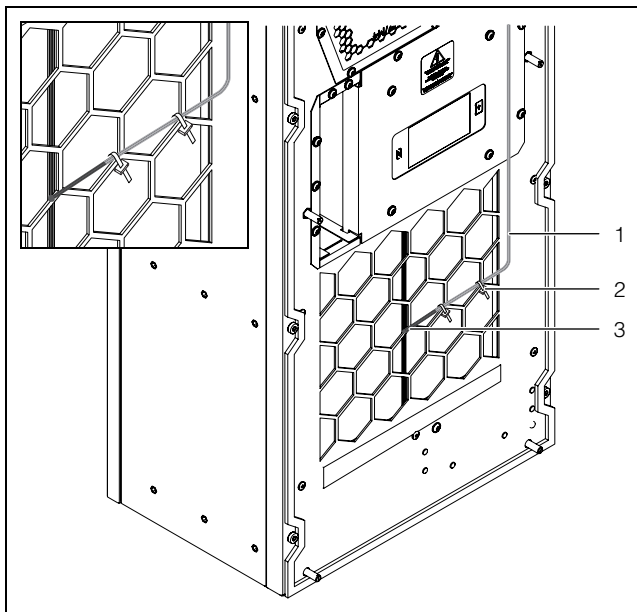

Fig. 43: Sensor de temperatura na frente da saída de ar frio (exemplo)
- Instale o sensor de temperatura na posição central da saída do ar frio do condicionador de ar (fig. 43).